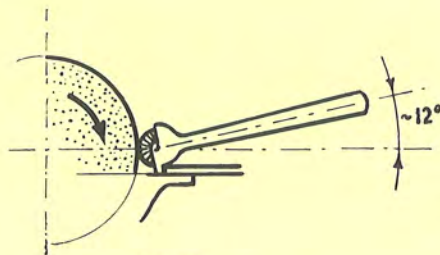

Fig. 2
Per compensare lo spessore di materiale asportato dal raschietto, s'interpongono alcune strisce di carta fine fra le due $\frac{1}{2}$ bronzine nel punto S (fig. 2).
- b) pulire le bronzine e chiudere l'albero fra di esse (fig. 2) in modo che possa ruotare con l'aiuto di una brida;
b) *Punta a tracciare* (fig. 2)